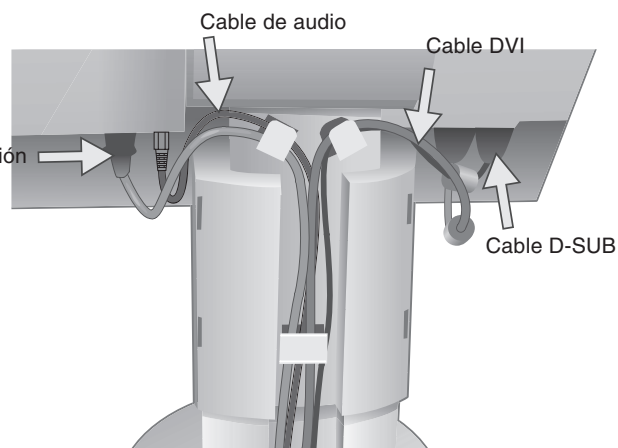

Figura C.2
5. Para manejar los cables sin problemas, coloque cada cable en el conducto en el orden que se indica: Cable de alimentación y cable DVI (**figura C.2**).
6. Introduzca el cable de alimentación y el cable de audio en sus corchetes correspondientes, según se indica en la **Figura C.2**.
7. Introduzca el cable DVI y el cable de señal D-Sub en sus corchetes correspondientes, como se indica en la **Figura C.2**.